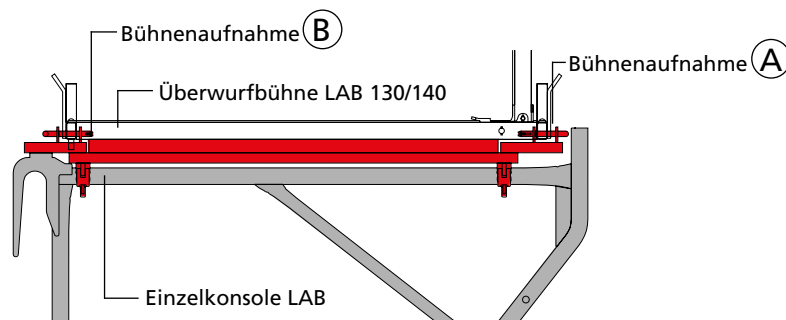

Abb. 32.3
Mit einem zweiten Kombi-aufsatz und einer zweiten Einzelkonsole kann somit aus einer Überwurfbühne eine komplette Arbeitsbühne 130/240 montiert werden. Die erforderliche Aussteifung ist mit Gerüstrohren und -kupplungen 2 x horizontal und 1 x diagonal zu erreichen. Die Bühnenaufnahme (B) muss sich hinter dem Einhängehaken befinden (Abb. 32.3).